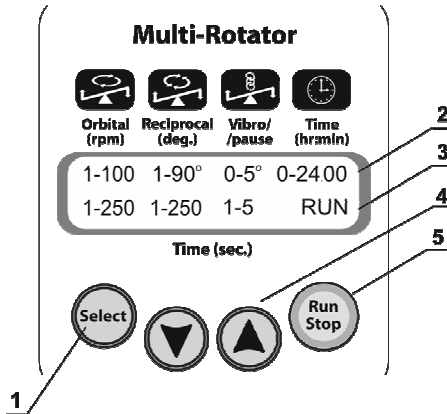

Abb. 1 Steuerung
- 4.4. Drücken Sie die Taste **Run/Stop** (Laufen/Stop) (Abb. 1/5), um das Programm zu starten.
- 4.5. Die Bewegung der Plattform startet und die entsprechenden Anzeigen (RUN [Laufen], Abb. 1/3, und die sich ändernden Zeitwerte) erscheinen auf dem Display.
- 4.6. Falls keine Betriebsdauer eingestellt ist und der Timer (Abb. 1/2) 0:00 anzeigt, startet durch Drücken der Taste **Run/Stop** (Laufen/Stop) der kontinuierliche Betrieb des Rotators, bis die Taste **Run/Stop** (Laufen/Stop) erneut gedrückt wird.
- 5.1. Drücken Sie die Taste **Select** (Auswählen) (Abb. 1/1), um die zu ändernden Parameter auszuwählen (der aktive Parameter blinkt).
- 5.2. Stellen Sie mit den Tasten ▼ und ▲ (Abb. 1/4) den gewünschten Wert ein (Hinweis: wenn die Taste länger als 2 Sek gedrückt wird, ändern sich die Werte schnell).